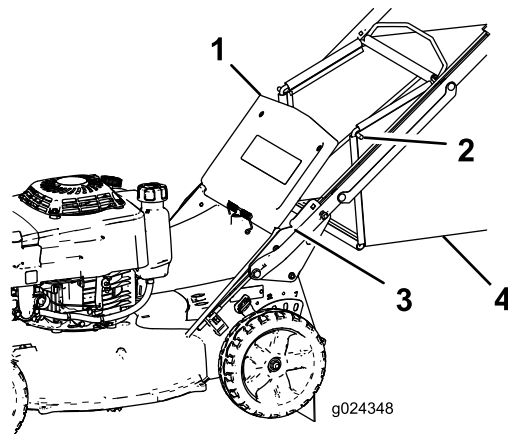

Figura 18
2. Alzate lo sportello posteriore e tenetelo alzato (Figura 18).
4. Installate le estremità dell'asta del cesto nelle tacche alla base della stegola e spostate il cesto avanti e indietro per accertare che le estremità dell'asta del cesto siano posizionate in fondo a entrambe le tacche (Figura 18).
3. Rimuovete l'asta sul cesto di raccolta dalle tacche alla base della stegola (Figura 18).